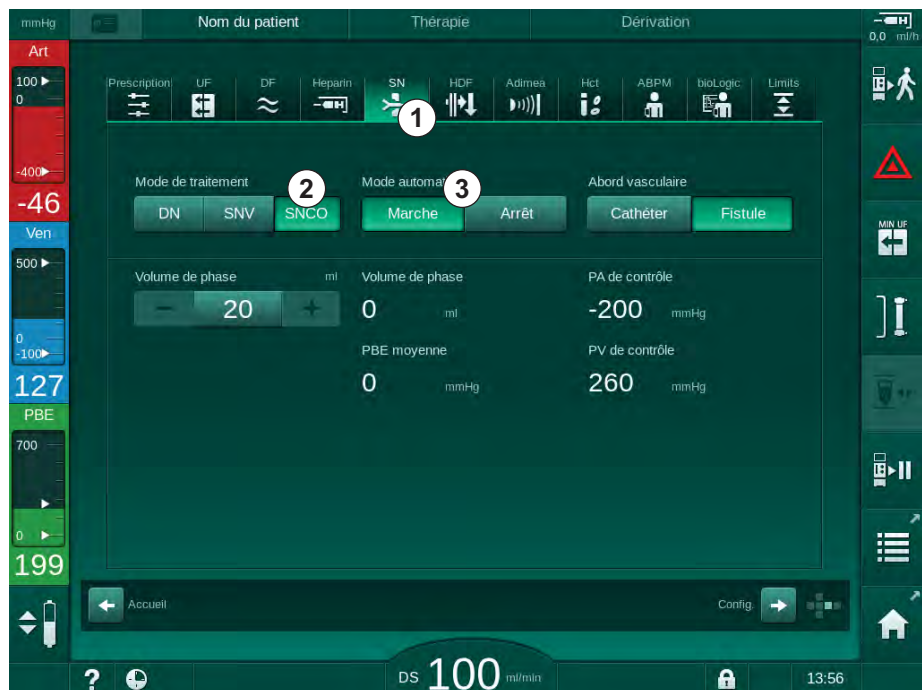

Fig. 9-1 Passer à une thérapie simple aiguille Cross-Over
2. Toucher l'icône *SN* (Fig. 9-1 , ①).